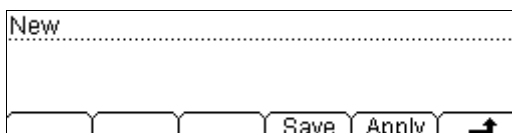

Figura 2-48 Interfaz de finalización
- Pulse **Apply** como se ve en la Figura 2-48 y cargue la configuración en el sensor actual para usarlo directamente.